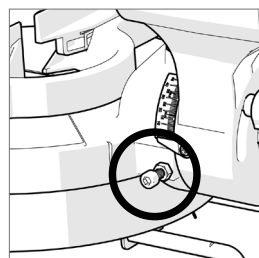

図16
- ・ 33.9度調整ネジのロックナットをゆるめます。(図16)